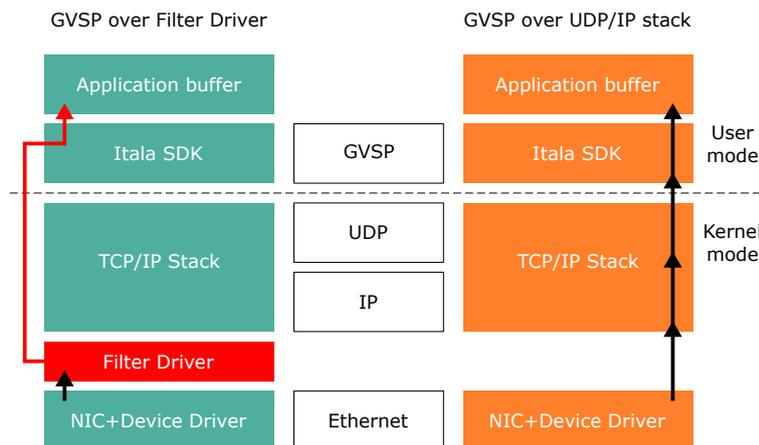

Figure 4: 带和不带滤波器驱动器的 GigE Vision Streaming (GVSP)
为了更好地处理图像流的高吞吐量，建议使用 **Itala 过滤器驱动程序**。过滤驱动程序拦截 *GigE Vision* 流协议数据包，重新组装整个有效载荷，并直接将其发送到应用程序图像缓冲区。这样就可以跳过会增加延迟和主机 CPU 占用率的标准网络协议栈（图 4）。这样就实现了低级数据包处理卸载，优
4. 安装结束后，过滤器驱动程序将出现在 NIC 属性窗口中（图 4）。